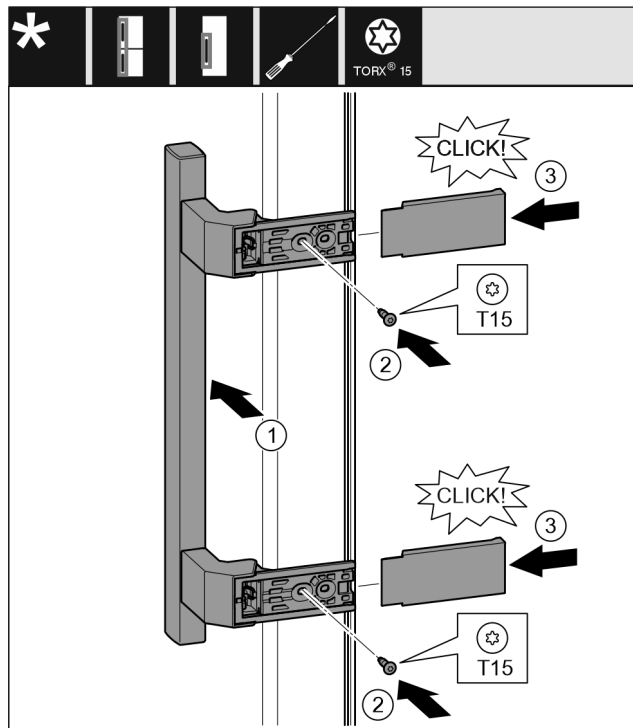

Fig. 23
- ▶ Установите ручку на противоположной стороне. Fig. 23 (1)
- ▶ Затяните винты отверткой T15. Fig. 23 (2)
- ▶ Установите крышки сбоку и надвиньте их. Fig. 23 (3)